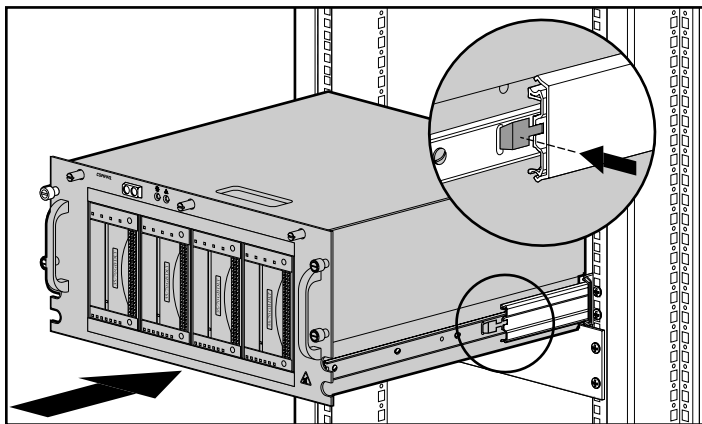

Figure 3-13 : Introduction du boîtier dans le rack
3. Enfoncez les pattes de blocage de chaque rail de composant, puis faites glisser le châssis dans le rack jusqu'à ce qu'il s'arrête à mi-parcours. La patte de blocage d'un rail de composant se trouve à l'extérieur du rail. Voir la figure 3-13.